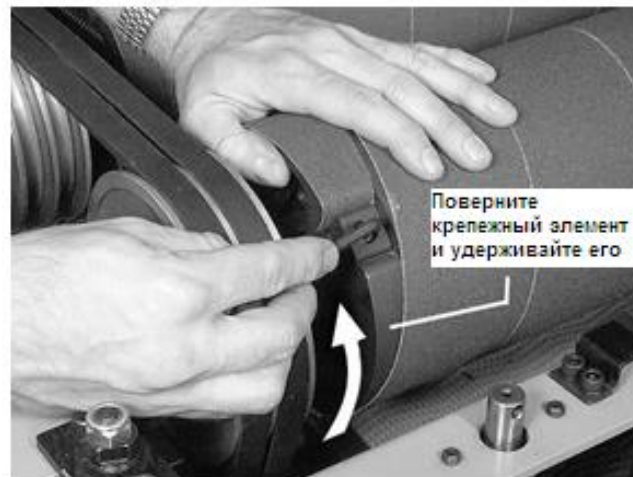

Рисунок 12
7. Левый конец барабана также с углублением является независимой деталью (Рис. 12), которая может вращаться на барабане. Этот крепежный элемент подпружинен, чтобы устранять ослабление ленты и надежно закреплять ее на барабане. Поверните крепежный элемент назад и удерживайте его большим пальцем, как показано на Рис. 12.
8. Вставьте скошенный левый конец ленты в углубление, как показано на Рис. 12, затем вставьте туда фиксирующий клин и винт с внутр. шестигранником и затягивайте винт до тех пор, пока фиксирующий клин не будет надежно закреплен.